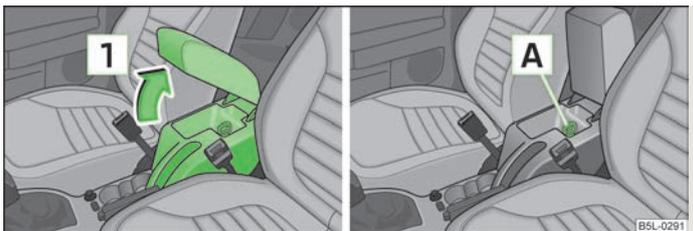

Fig. 78 Accoudoir : Vide-poches/Refroidissement du vide-poches
- Ouvrez le couvercle de l'accoudoir dans le sens de la flèche 1 » fig. 78.